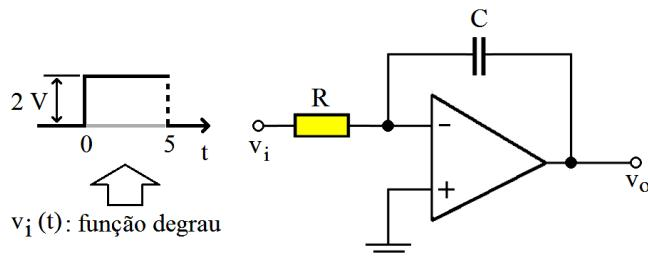

Figura 3.101 – AOP integrador de tensão com degrau na entrada.
**EF 40 (PERTENCE, 2003)** – Seja o circuito AOP integrador da Figura 3.101, com  $R = 50 \text{ k}\Omega$  e  $C = 10 \mu\text{F}$ . No terminal de entrada (-) é aplicado um pulso (ou degrau de tensão) com amplitude de 2 V, durante um intervalo de 5 segundos. Considerando-se o capacitor inicialmente descarregado, pede-se: